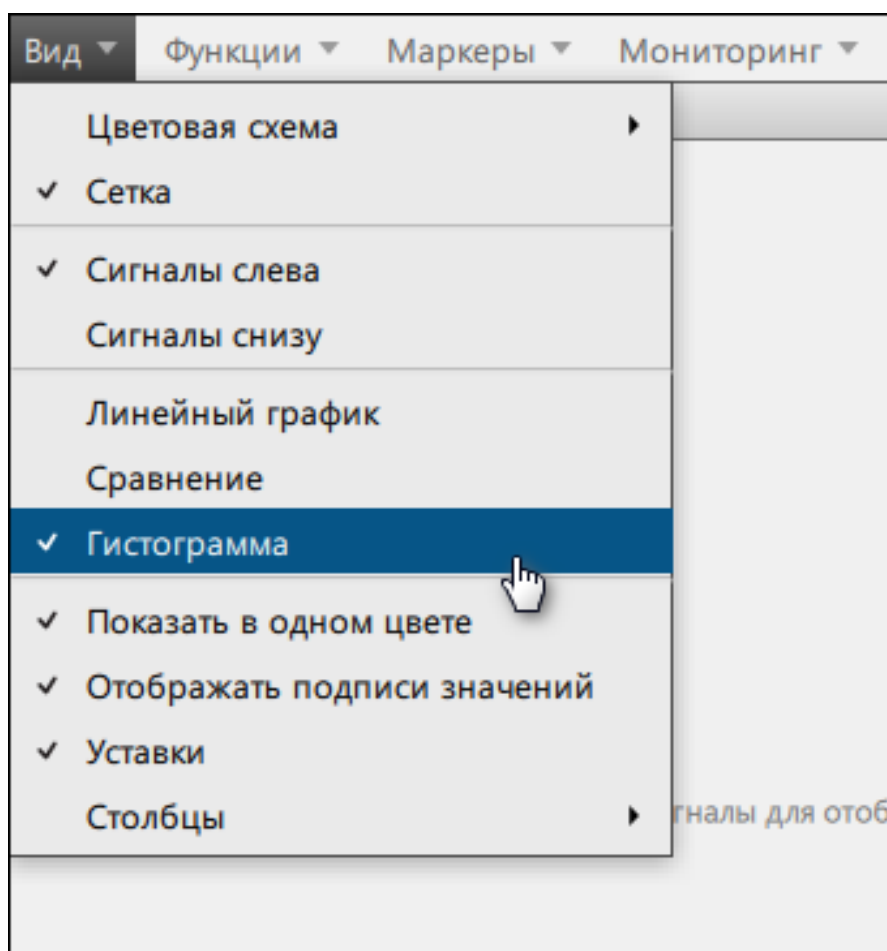

Рисунок 52 - Добавить гистограмму
2. В открывшемся окне выберите **Вид** → **Гистограмма** (Рисунок 52).